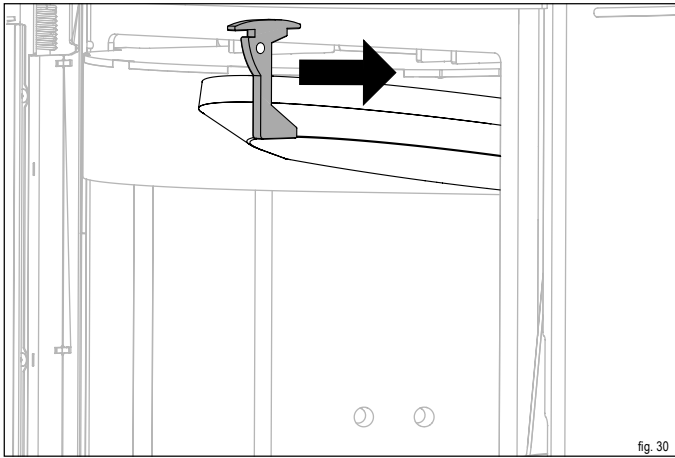

fig. 30
- ▶ Spingere in avanti il supporto della pietra termica (fig. 30).